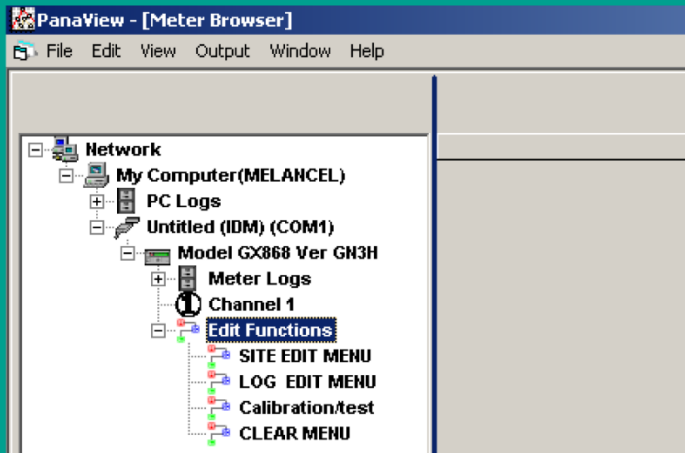

Figura 36: Árbol de medidores con la opción Editar funciones
4. En el árbol de medidores, expanda la opción *Edit functions* (*Editar funciones*). La ventana ahora se ve similar a la figura 36, con una lista de menús disponibles. Los menús que se muestran son los que están disponibles en el medidor.